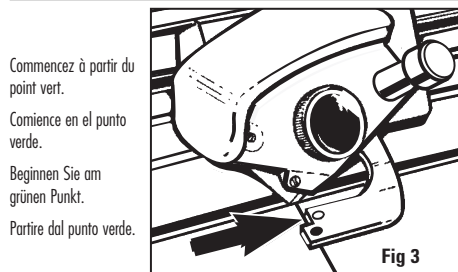

Fig 3
5. Far scorrere la testa di taglio in posizione così che il bordo del metallo in prossimità del punto verde sulla piastra indicatrice si trovi direttamente al di sopra della linea tracciata. Fig. 3